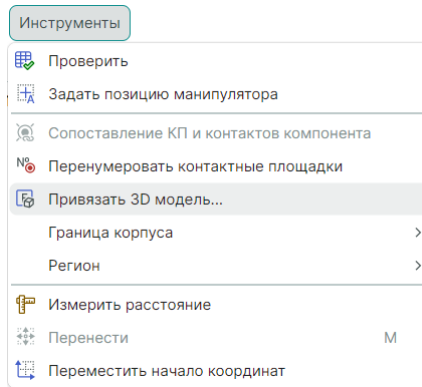

Рис. 159 Вызов функции привязки 3D модели
2. Активируйте инструмент через главное меню «Инструменты» → «Привязать 3D модель», см. Рис. 159.